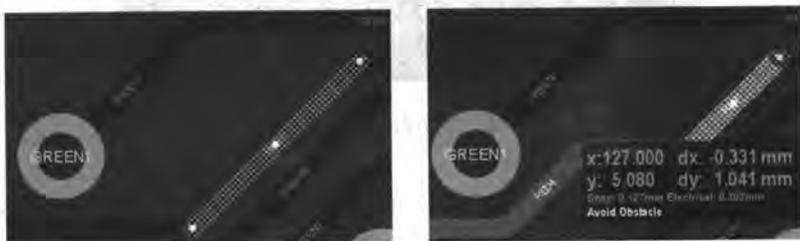

图 9-72 拖动时添加新的导线段（Avoid Obstacle 模式）
- [5] 选中某段导线，将光标放在导线的端点处，拖到一个新的位置，此时系统将自动添加新的导线段以保持连接，如图 9-72 所示。